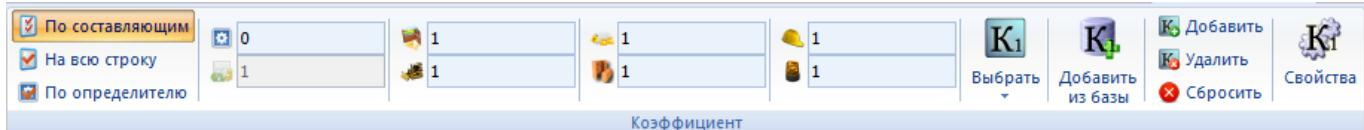

Рис. 3.9 Вкладка Стока
2. Перейти на вкладку **Строка** (рис. 3.9), предназначенную для отображения и редактирования параметров выбранного коэффициента к позиции.